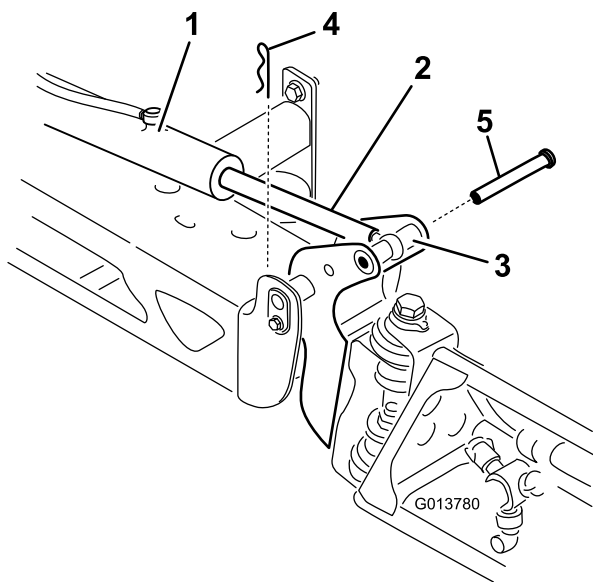

Figure 63
- Retirez la goupille fendue de l'axe de pivotement (**Figure 63**).
- Élevez la rampe et retirez l'axe (**Figure 63**), puis abaissez lentement la rampe au sol.
- Tout en maintenant la rampe, insérez l'axe dans le pivot de rampe et la tige de vérin (**Figure 63**).